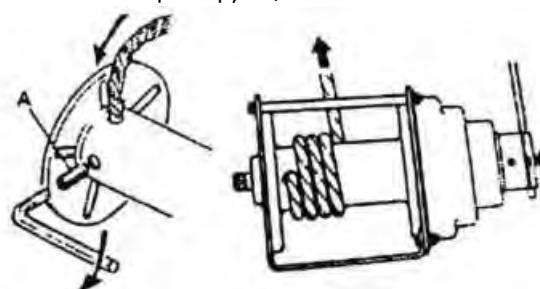

Рисунок 3
Монтаж троса для лебедки 1 т (см. рисунок 3) - Ослабьте фиксирующий болт или установочный винт и вставьте конец троса в барабан на 72 мм до конца троса. Плотно затяните фиксирующий болт.
- Для того, чтобы перетаскивать грузы на короткие расстояния, необходимо выполнить следующие требования (см. таблица 3, рисунок 3)